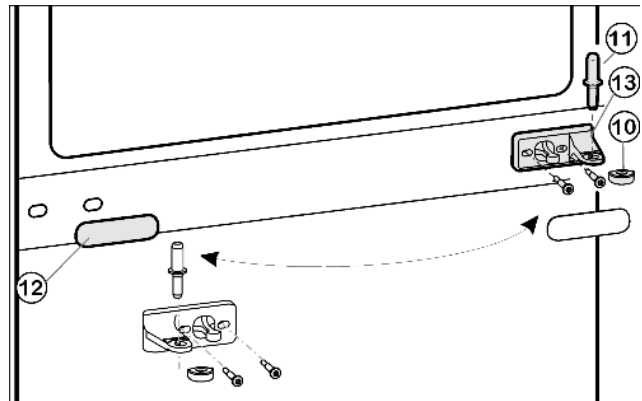
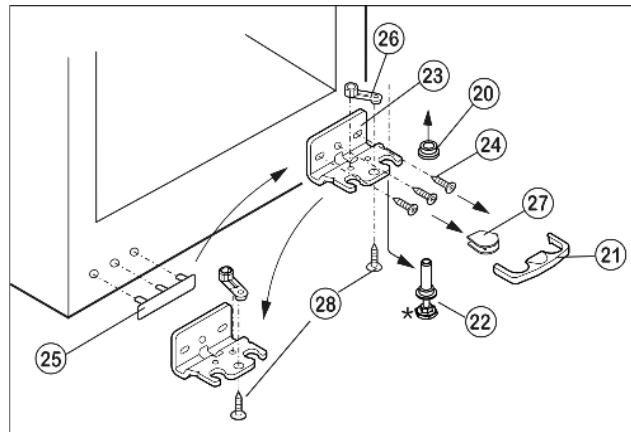

Fig. 5
Fig. 6
- ▶ Вытащите из опорного кронштейна и нижней дверцы средний опорный палец Fig. 5 (11).
- ▶ Пластмассовый колпачок Fig. 5 (10) снимите.
- ▶ Снимите средний опорный кронштейн Fig. 5 (13).
- ▶ Осторожно снимите накладку Fig. 5 (12).
- ▶ Прикрутите средний опорный кронштейн Fig. 5 (13) с поворотом на 180° на новую сторону шарнира (с моментом 4 Нм).
- ▶ Защелкните накладку Fig. 5 (12), повернув на 180°, на стороне, где теперь будет ручка.
- ▶ Предохранитель Fig. 6 (21) снимите движением вперед.
- ▶ Снимите крышку Fig. 6 (27).*
- ▶ Вытяните опорный палец Fig. 6 (22) вниз и вперед. При этом следите за гнездом шарнира Fig. 6 (20).
- ▶ Открутите опорный кронштейн Fig. 6 (23)(3 шт. Торх 25) Fig. 6 (24).
- ▶ Открутите опорную деталь Fig. 6 (26)(1 Торх 25) Fig. 6 (28) и, переставив в отверстие на противоположной стороне опорного кронштейна, снова прикрутите.
- ▶ Осторожно приподнимите и переставьте крышку Fig. 6 (25) со стороны ручки.
- ▶ Снова прикрутите опорный кронштейн Fig. 6 (23) на новой стороне шарнира (с моментом 4 Нм). При необходимости используйте аккумуляторный шуруповерт.
- ▶ Установите крышку Fig. 6 (27) на противоположной стороне.*
- ▶ Предохранитель (21) нужно зафиксировать сбоку на кронштейне, чтобы опорный палец и двери были защищены от выпадения.
- ▶ Снова защелкните предохранитель (21) на опорном кронштейне.
- ▶ Наденьте гнездо шарнира Fig. 6 (20).
- ▶ Установите нижнюю дверцу сверху на нижний опорный палец Fig. 6 (22).
- ▶ Снова наденьте пластмассовый колпачок Fig. 5 (10) на средний опорный кронштейн Fig. 5 (13).
- ▶ Вставьте средний опорный палец Fig. 5 (11) на новой стороне шарнира через средний опорный кронштейн Fig. 5 (13) в нижнюю дверцу.
- ▶ Установите верхнюю дверцу на средний опорный палец Fig. 5 (11).
- ▶ При необходимости выровняйте дверцы через два продольных паза в нижнем опорном кронштейне Fig. 6 (23) и среднем опорном кронштейне Fig. 5 (13) параллельно корпусу устройства. Для этого выкрутите средний винт на нижнем опорном кронштейне Fig. 6 (23).